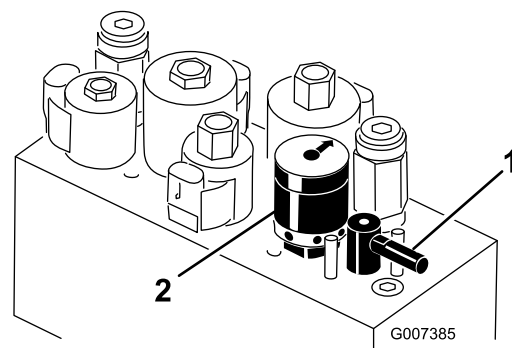

図 60
5. バックラップ・レバーを R 位置にセットする（図 60）。
6. リール速度セレクタを 1 にセットする（図 60）。